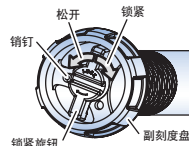

图3
例2 QL-MH/CL-MH以最大扭矩25~280N·m时(图3,4)
- ① 向左旋转松开锁紧旋钮。(图3)
- ② 旋转副刻度盘,设定扭矩值。(主刻度+副刻度)
- ③ 向右旋转锁紧旋钮,将副刻度盘锁紧。(图3)